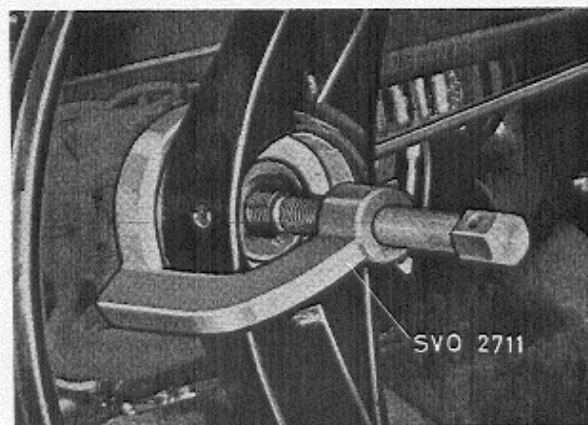

Fig. 6-37. Demontage stuurwiel
3. Zet de wielen recht vooruit. Breng de stuurwieltrekker SVO 2711 aan, zie Fig. 6-37 en verwijder het stuurwiel.